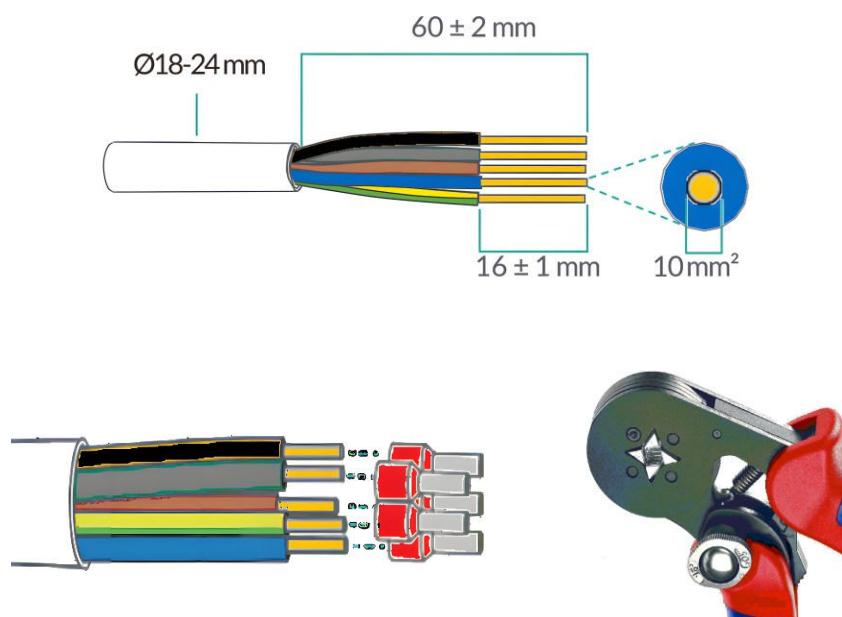

Abbildung 22: Vorbereitung AC-Kabel
- Kabel abisolieren und Aderendhülsen aufcrimpen (Abbildung 22)